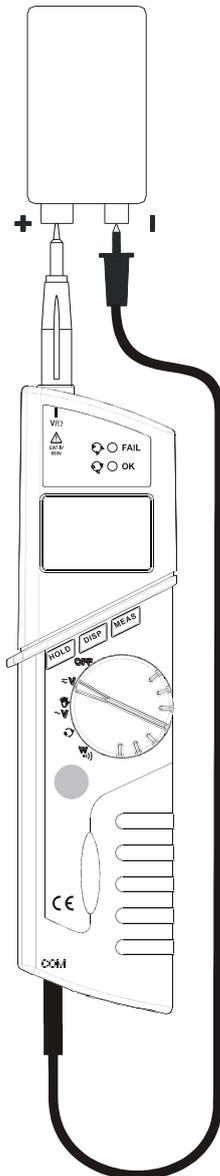

Fig. 3: DC Spannungsmessung
2. Stecken Sie die schwarze Messleitung in den **COM** Eingang und die rote in den **V+/Ω** Eingang (Fig. 3).
5. Wenn auf dem Display "-" erscheint, wurden Plus- und Minuspol vertauscht, verglichen mit dem Bild in Fig. 3